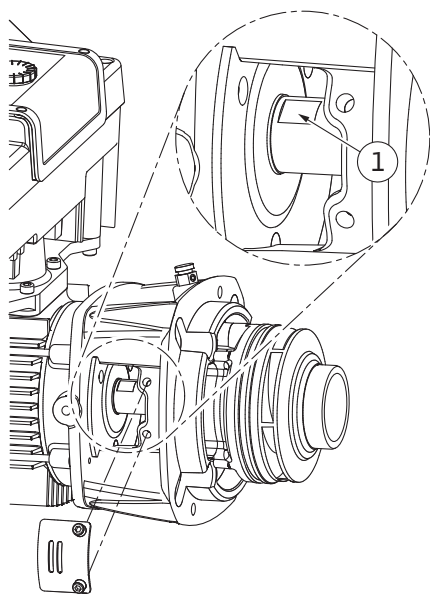

Fig. 106: Поверхні на валу під ключ
14. Ріжковий гайковий ключ (розмір 22 мм) завести у віконце ліхтаря й захопити вал за поверхні під ключ (Fig. 106, поз. 1). Викрутити гайку робочого колеса (Fig. I, поз. 22). Робоче колесо (Fig. I, поз. 21) автоматично знімається з вала.
3. Ріжковий гайковий ключ (розмір 22 мм) завести у віконце ліхтаря й захопити вал за поверхні під ключ (Fig. 106, поз. 1).
10. Ріжковий гайковий ключ (розмір 32 мм) завести у віконце ліхтаря (Fig. IV, поз. 38) і захопити вал за поверхні під ключ (Fig. 106, поз. 1). Змонтувати робоче колесо з підкладною шайбою (підкладними шайбами) і гайкою. Затягнути гайку. Не допускати пошкодження ковзаючого торцевого ущільнення через перекошування.